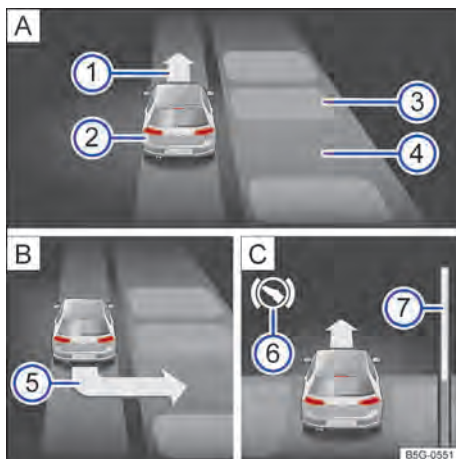

Fig. 114 No display do instrumento combinado: estacionar lado a lado. **A**) Procurar uma vaga de estacionamento. **B**) Posição para estacionar. **C**) Manobrar.
- Estacionar ao aparecer no display do instrumento combinado a indicação de estacionamento → **Fig. 114**  → Página 153.
Legenda da → Fig. 114 (modo de estacionamento lado a lado com marcha a ré):
- Frear quando soar um alarme sonoro indicando para mudar de direção, acender a seta → Fig. 114 ① [A], acender o símbolo branco [S] ou mostrar uma mensagem.